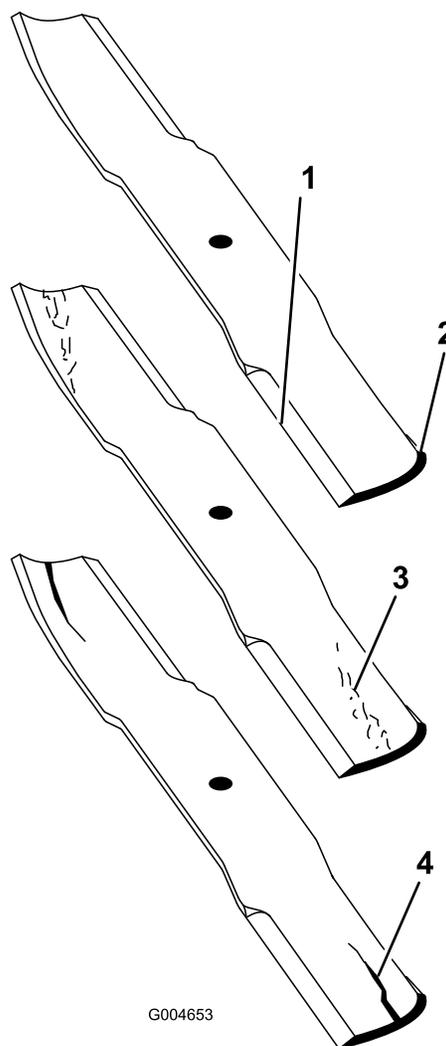

Рисунок 73
- Проверьте режущие кромки (Рисунок 73). Если кромки не острые или зазубренные, снимите ножи и заточите их. См. Заточка ножей \(страница 45\).
2. Проверьте ножи, особенно в области крыла (Рисунок 73). При обнаружении признаков повреждения, износа или образования зазора в этой области (Рисунок 73), немедленно установите новый нож.